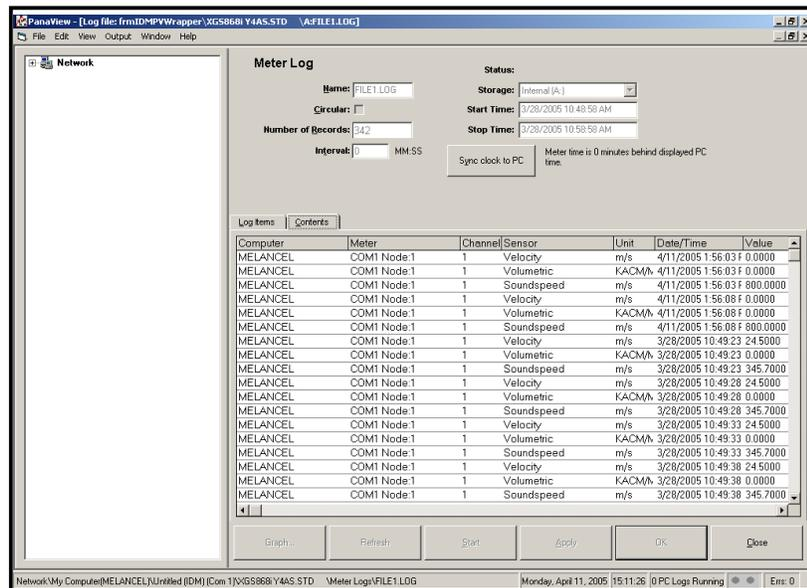

Figure 21 : Contenu typique d'un journal
- Cliquez sur l'onglet *Contenu* (voir Figure 21 à la page 58) pour une liste de tous les points de données enregistrés à ce jour pour le paramètre actuellement mis en surbrillance sur l'onglet *Options de journal*.
Rappelez-vous que seuls deux paramètres par voie peuvent être représentés graphiquement, et que les deux mêmes paramètres doivent être représentés graphiquement pour chaque voie d'un affichage graphique multivoies. Lorsque vous avez terminé de visualiser le graphique, cliquez sur le bouton d'option **[Fermer]** pour fermer la fenêtre du graphique et quitter l'exécution du journal. Pour consultez les détails du journal, cliquez sur l'onglet *Contenu*. La fenêtre ressemble maintenant à la Figure 21.
- Cliquez sur l'onglet *Options de journal* (voir Figure 21 à la page 58) pour une liste des paramètres spécifiés pour le journal.